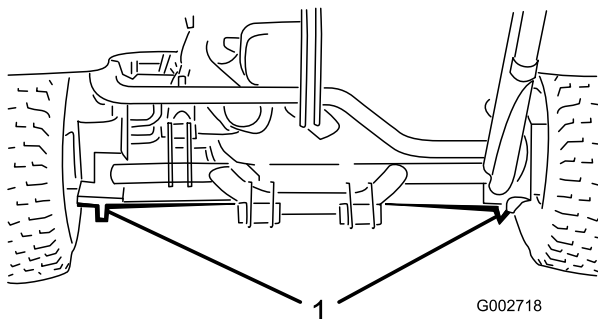

Figura 17
- En el lado izquierdo o derecho, debajo del motor de la rueda trasera o del bastidor (Figura 17).